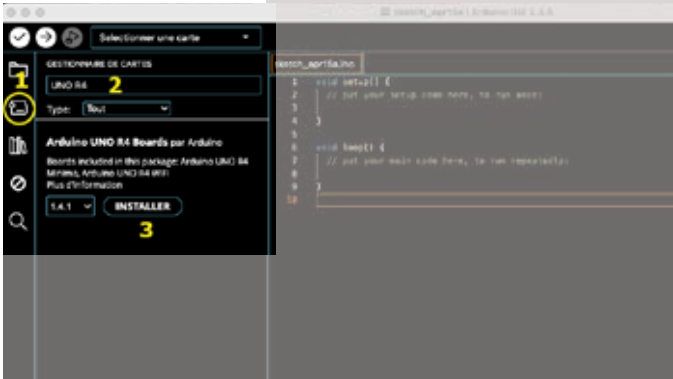

Figure 4-5
Sélectionnez l'icône « Gestionnaire de carte » (1) et entrez dans la case de recherche UNO R4 (2) ; vous obtenez un package qui est fait pour les deux cartes Uno R4 Minima et Uno R4 WiFi. Il suffit alors de cliquer sur « INSTALLER » (3) comme le montre la **figure 4-5**.